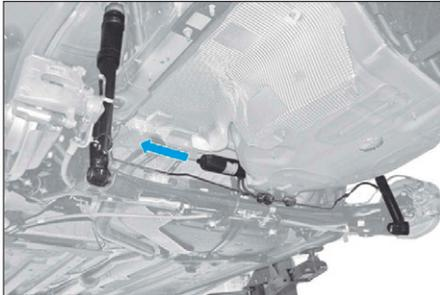

FIG. 54
- Décaler l'accumulateur sur le côté et déposer le système REAS complet (Fig.54).